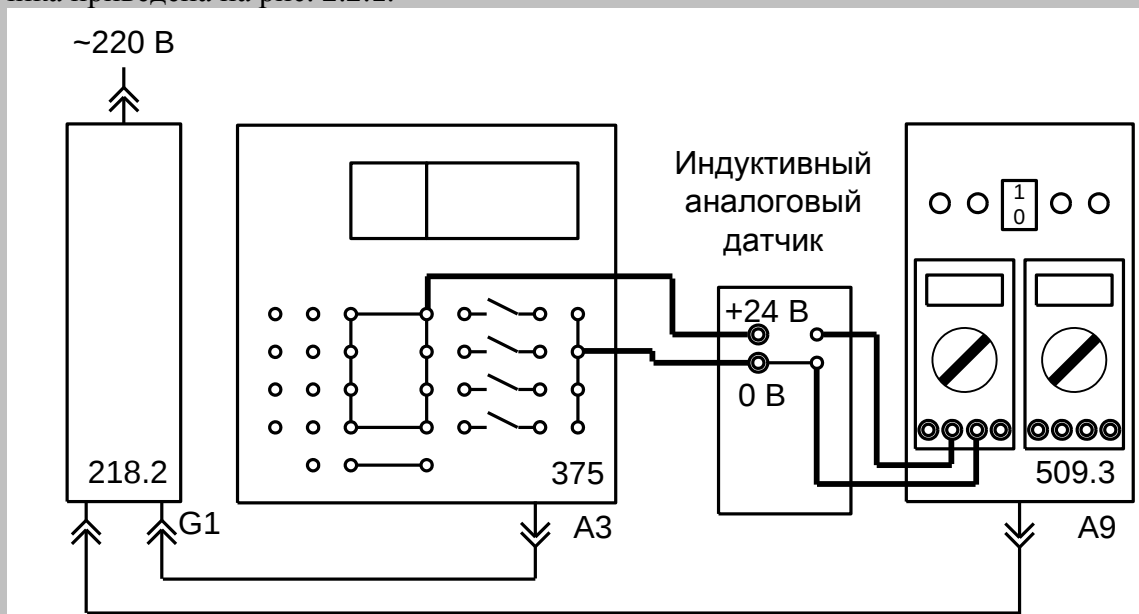

Рис. 2.2.1. Схема электрическая соединений при испытании индуктивного датчика.
Индуктивный датчик подключается к источнику питания +24 В блока программируемого реле АЗ (375). В зависимости от расстояния до объекта воздействия ток на выходе индуктивного датчика изменяется в пределах 1,25...20 мА при нагрузке не более 600 Ом. Для измерения тока к выходу датчика подключается миллиамперметр А9 (мультиметр, блок 509.3). Схема электрическая соединений для испытания индуктивного датчика приведена на рис. 2.2.1.